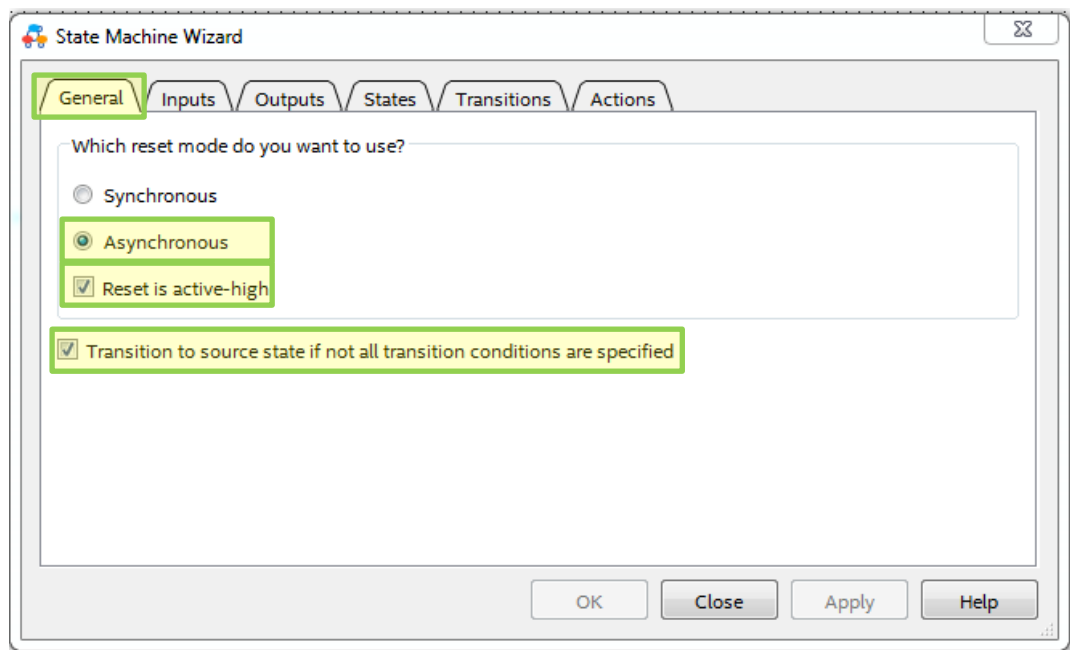

Рис. 15 Задание параметров сигнала **reset** конечного автомата
4.3. В данной работе создадим конечный автомат с помощью инструмента **State Machine Wizard**. Нажмите кнопку  на панели инструментов редактора конечных автоматов. Появится окно **State Machine Wizard** (рис. 15), на вкладке **General** которого настройте сигнал *reset* со следующими значениями: *Asynchronous*, *Reset is Active High*.